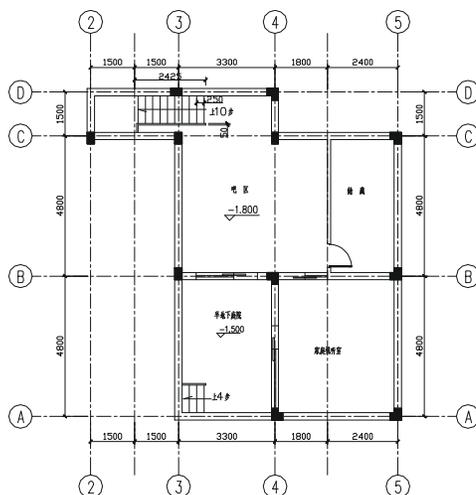

图 9-2-5
**STEP 05** 参照前面一层平面的绘制方法, 绘制出门窗、楼梯及柱位, 并进行尺寸标注和文字标注, 得到完整的半地下室层如图 9-2-5 所示, 其具体操作步骤不再重述。